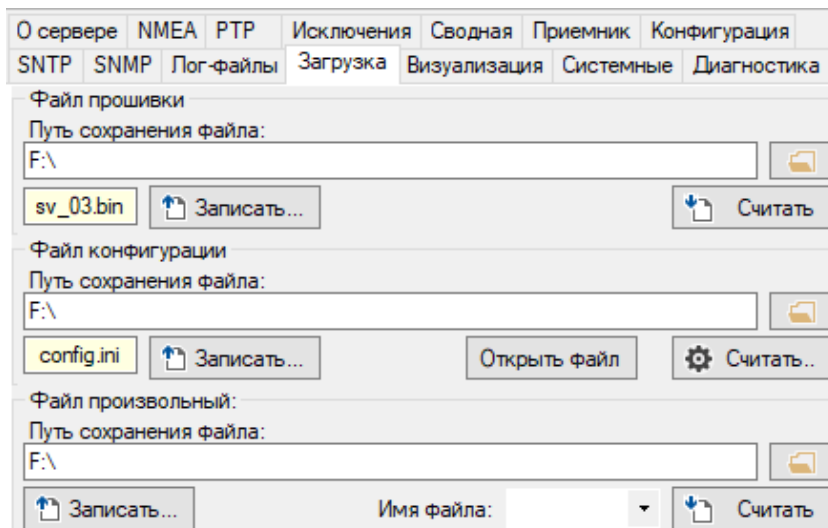

Рисунок 12 – Вкладка «Загрузка»
5.3.7 Для чтения файла конфигурации следует выбрать устройство СВ-03 в таблице «Устройства СВ в сети», перейти на вкладку «Загрузка» (см. рисунок 12), в разделе «Файл конфигурации» указать путь сохранения файла, нажав кнопку , и нажать кнопку . При этом должно появиться окно файла конфигурации устройства СВ-03 (см. рисунок 13), в котором можно изменять параметры устройства СВ-03, записать текущие настройки на жесткий диск компьютера или в устройство СВ-03. Параметры устройства СВ-03 описаны в разделе 6.